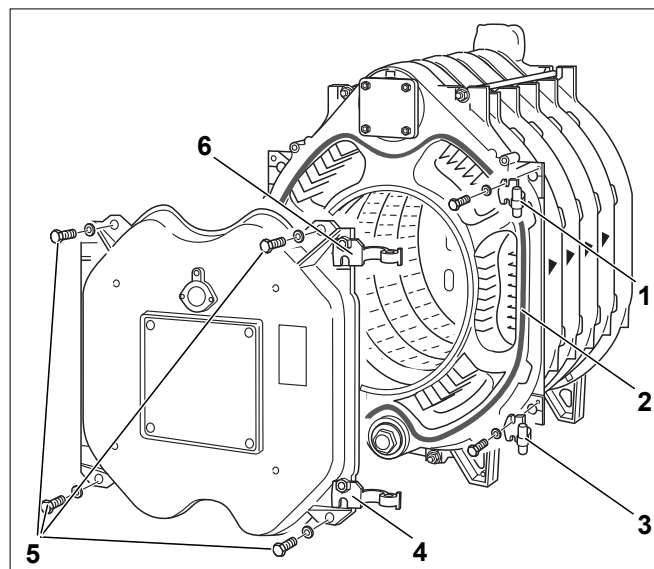

Рис. 26 Навеска дверцы горелки
На заводе обе шарнирные петли дверцы горелки устанавливаются справа (рис. 26, [4] и [6]). Для левой навески дверцы нужно снять петли и установить их с левой стороны.
- ▶ Закрепите шарнирные крюки (рис. 26, [1] и [3]) двумя болтами М 12 х 50 на передней секции. На рис. 26 показана правая навеска дверцы. Для навески дверцы слева закрепите крюки соответствующим образом с левой стороны.
- ▶ Приклейте шнур GP $\varnothing$ 18 мм на передней секции. При этом место стыка уплотнительного шнура должно быть сбоку (рис. 26, [2]).
- ▶ Закройте дверцу горелки и закрепите её 4 болтами (M16 x 140) (рис. 26, [5]). Затяжку болтов производите равномерно крест-накрест.